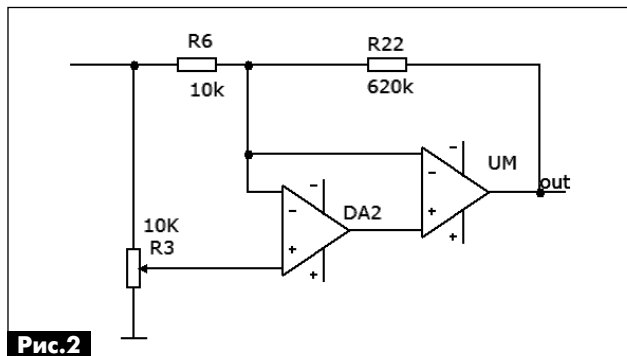

Рис. 2
А теперь изобразим структурную схему УМЗЧ [1], опустив буферный каскад на DA1 и сохранив позиционные обозначения оригинальной схемы (рис. 2).
Как видно из рис. 2, это одна из схем композитного включения усилителей (см., например, рис. 3 [5]). Поэтому ни о каком вычитании искажений в такой схеме не может быть и речи. Более того, слабая ООС (R22/R6), сильно ослабленный сигнал на инвертирующем входе DA2, низкое сопротивление нагрузки для DA2, а также замыкание ООС DA2 через входы УМЗЧ (R9, базоэмиттерные переходы VT1, VT2 [1]) сводят на нет эффект композитного включения. В результате эффект гармонайзера в самом УМЗЧ (UM) преобладает.